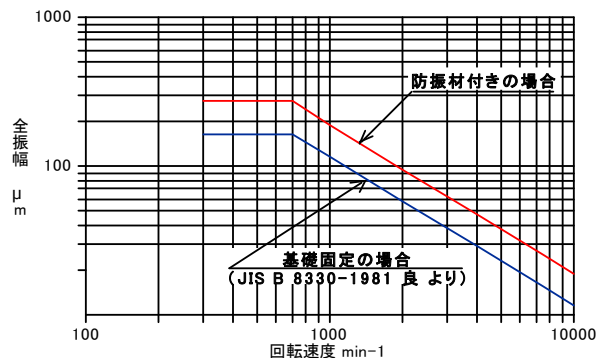

図 9 振動状態の参考判定基準 (軸受箱上において)
⑧ ファンが正常で、据付、ダクト配管工事が正しく施工されている場合の振動の基準値を図9に示します。